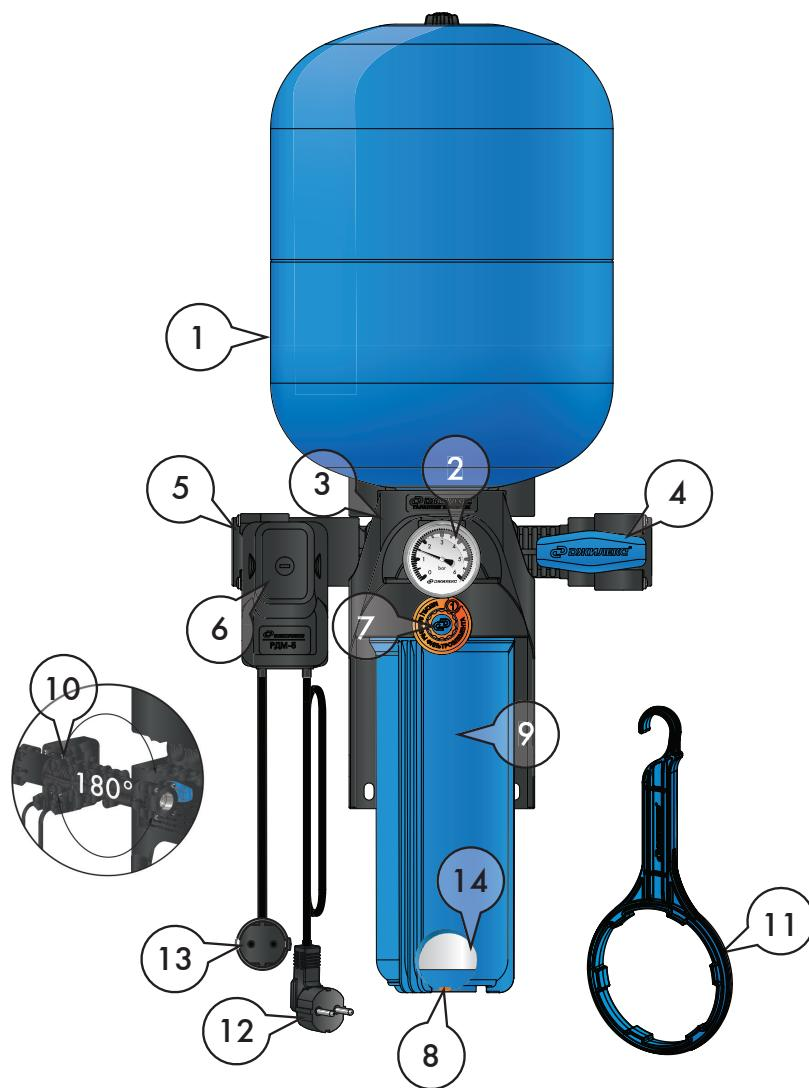

Рисунок 2
КРАБ-Т (рисунок 2) содержит стационарно закрепляемый на опорной поверхности (стене) корпус (3), являющийся базой, к нему присоединяются: - гидроаккумулятор (1) с наружной резьбой на фланце. Он навинчивается сверху на корпус, содержащий ответное резьбовое отверстие, уплотняется торцевым или радиальным эластичным уплотнителем; - пластмассовая колба (9) размером SLIMLINE 10" со сливной пробкой (8) и фильтрующим картриджем* (14). Колба картриджа фильтра имеет наружную резьбу и навинчивается снизу на корпус, содержащий ответное резьбовое отверстие, уплотняется торцевым или радиальным эластичным уплотнителем. В нижней части колбы расположена сливная пробка, уплотняемая эластичным уплотнителем. Для монтажа/демонтажа колбы к комплекту прилагается ключ (11); - манометр (2); - устройство индикации месяца замены фильтрующего картриджа (7); - съемный коллектор (10), который содержит встроенный шаровой кран (4) с резьбовым патрубком на выходе, обратный клапан с резьбовым патрубком на входе (5), присоединительный штуцер для реле давления. Коллектор содержит 3 цилиндрических патрубка и вставляется в ответные отверстия корпуса с возможностью обеспечить подачу воды слева направо или справа налево, уплотняется эластичным уплотнителем, фиксируется на корпусе винтами; - реле давления РДМ – 5 (6). К реле присоединены кабель с вилкой (12) для подключения к электросети и кабель с розеткой (13) для подключения насоса к выходу реле. Реле устанавливается на коллекторе.